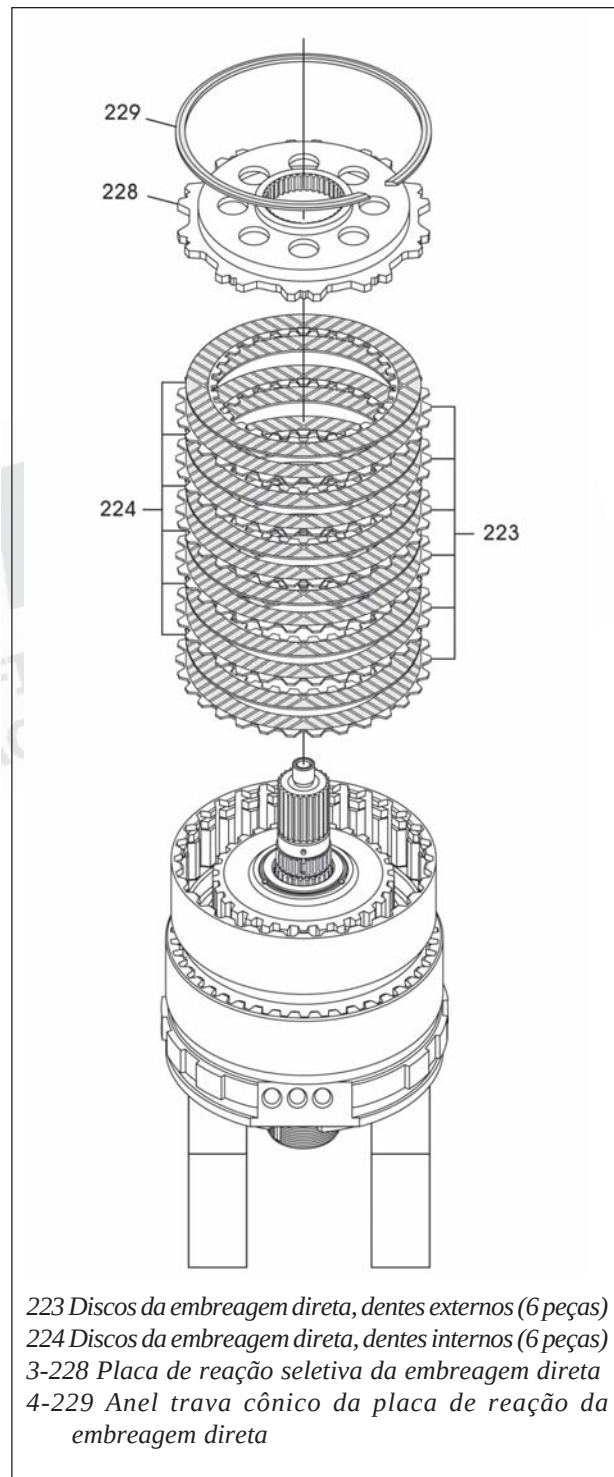

Figura 166
24. Instale os discos da embreagem da direta começando com um disco com dentes externos até instalar 6 discos de cada, conforme mostra a figura 166.
25. Instale a placa de reação seletiva da embreagem da direta, conforme mostra a figura 166.
26. Instale o anel trava CÔNICO da placa de reação da embreagem direta, com seu lado cônico voltado para cima, conforme mostra a figura 166.